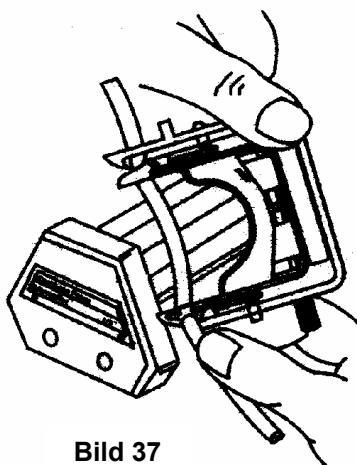
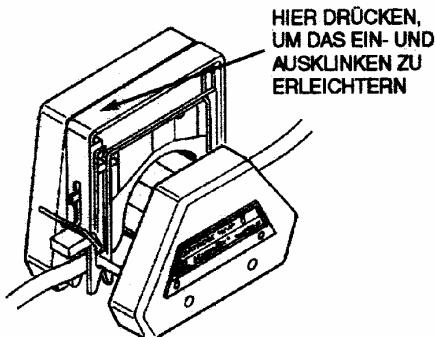

Bild 37
Bild 38
Die Cassette mit dem Schlauch über den Rotor klappen und die Lasche nach unten drücken (siehe Bild 37), bis die Klinke einrastet (siehe Bild 38). **Hinweis:** Die Schlauchcassette nach
Bedarf an der in Bild 38 angegeben Stelle nach unten drücken, um das Ein- und Ausklinken zu erleichtern.
- Auf der Klinkenseite auf die Schlauchcassette drücken (siehe Bild 38) und den Einhakfuß nach außen aus dem Stab aushaken